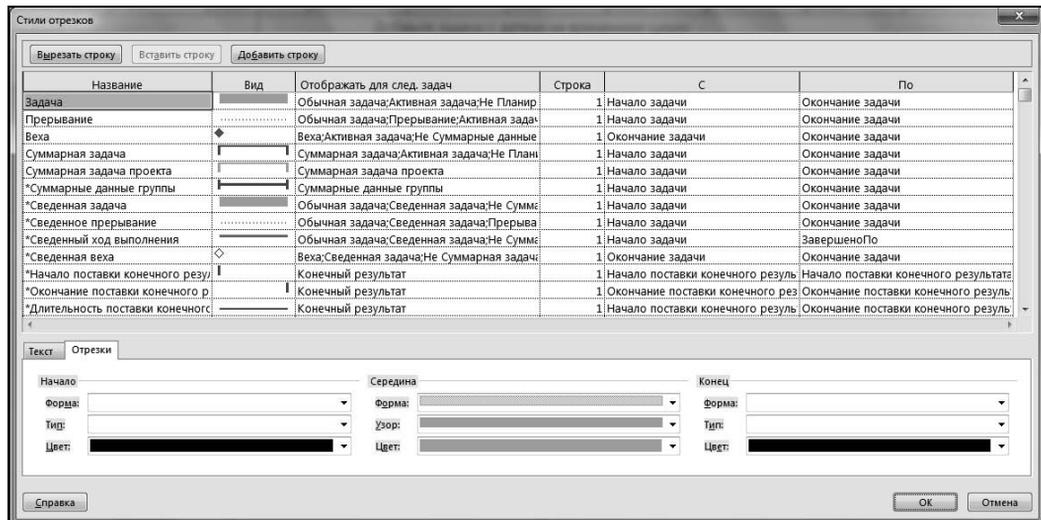

Рис. 4.44. Диалоговое окно форматирования стилей отрезков задач
1. В области **Стили отрезков** на вкладке **Инструменты диаграммы Ганта** ленты меню выбрать в списке **Формат режим** **Стили отрезков**. Открывающееся при этом окно показано на рис. 4.44.
2. Окно **Стили отрезков** состоит из двух частей. Нижняя часть эквивалентна окнам, представленным на рис. 4.23 и 4.24, но в отличие от результата выполнения установленного форматирования распространяется не на выделенные задачи, а на группу задач, выбранную с помощью верхней части окна, представленного на рис. 4.44. Порядок работы с нижней частью диалогового окна **Стили отрезков** аналогичен рассмотренному в *алгоритмах 4.17 и 4.18*. Поэтому в этом алгоритме далее описана работа только с элементами управления, расположенными в верхней части этого окна.
3. В верхней части окна **Стили отрезков** (см. рис. 4.44) расположена таблица описания групп задач. Столбец **Название** предназначен для ввода наименований групп задач проекта.
4. Столбец **Вид** показанной на рис. 4.44 таблицы содержит образец форматирования отрезков задач соответствующей группы. Процедура форматирования этих отрезков определяется в полном соответствии с *алгоритмами 4.17 и 4.18*.
Кнопки, расположенные выше показанной на рис. 4.44 таблицы, позволяют вырезать выделенную строку списка, вставить ее перед выделенной строкой или добавить в список новую пустую строку.